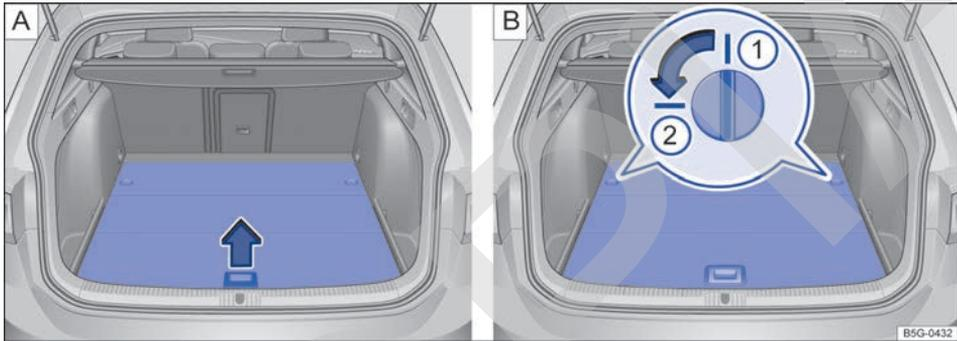

Fig. 163 En el maletero: **A** Levantar el piso del maletero. **B** Posición **1**: bloqueo del piso del maletero cerrado, posición **2**: bloqueo abierto.
- Para *abrir* el portaobjetos, agarre el piso del maletero por la cavidad → **fig. 163 A** y levántelo (flecha). ▶
- Para *abrir el portaobjetos o desmontar el piso del maletero*, gire los dos cierres → fig. 163 B (imagen ampliada) un cuarto de vuelta (90°) en el sentido de la flecha (posición ②).
- Agarre el piso del maletero por la cavidad → fig. 163 A y levántelo (flecha).
- Para *montar el piso del maletero*, asegúrese de que los dos cierres → fig. 163 B (imagen ampliada) se encuentren en la posición ②.
- Gire los dos cierres → fig. 163 B (imagen ampliada) un cuarto de vuelta (90°) en el sentido contrario al de la flecha (posición ①).
- Gire los dos cierres → fig. 163 B (imagen ampliada) un cuarto de vuelta (90°) en el sentido de la flecha (posición ②).